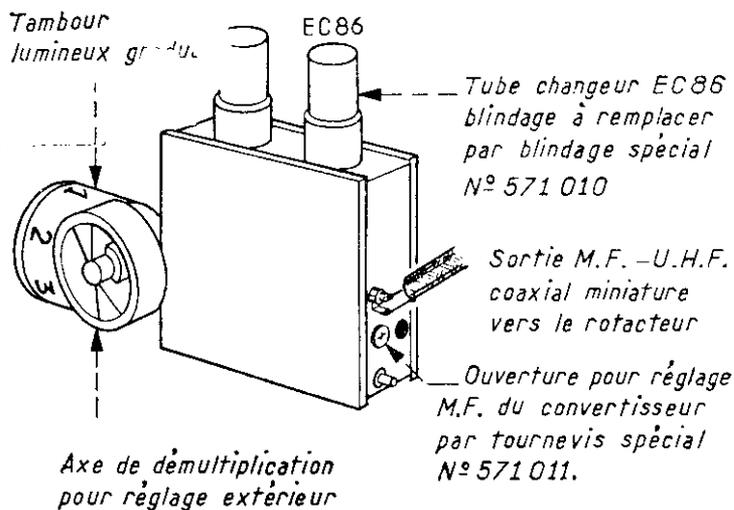

Fig. 3
- Remplacer le blindage du tube changeur EC 86 du convertisseur par le blindage spécial, référence 571 010 (fig. 3).